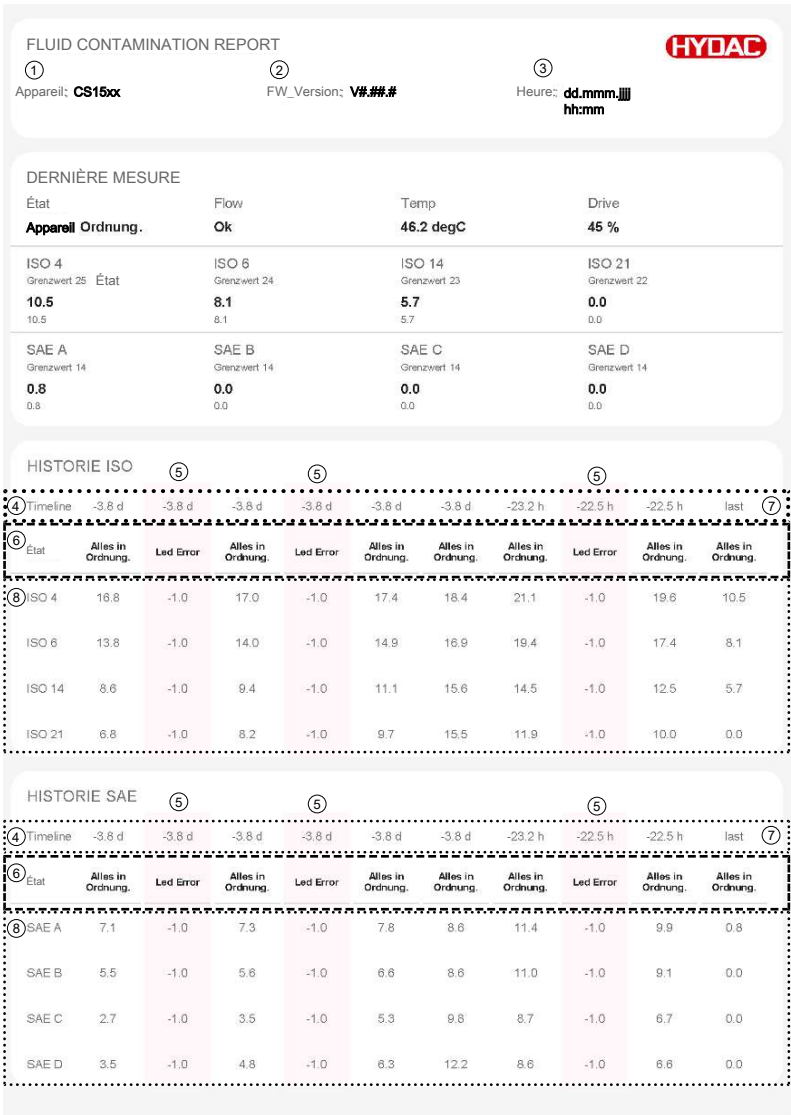

Fig. 17: Afficher le rapport
- Génère un rapport de valeur de mesure au format PDF à télécharger / enregistrer, pour plus de détails, voir ►Fig. 17, p. 45.